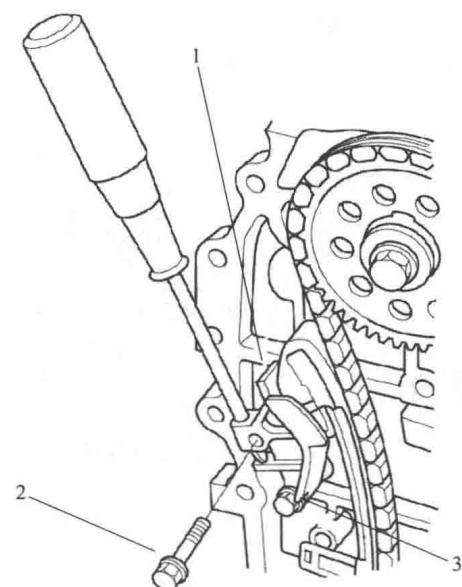

图 1-1-7
(15) 在凸轮链条张紧器滑块 1 的滑动表面上涂抹新的发动机机油，用螺丝刀夹住凸轮链条张紧器滑块，然后拆下螺栓 2，并松开螺栓 3，如图 1-1-7 所示。